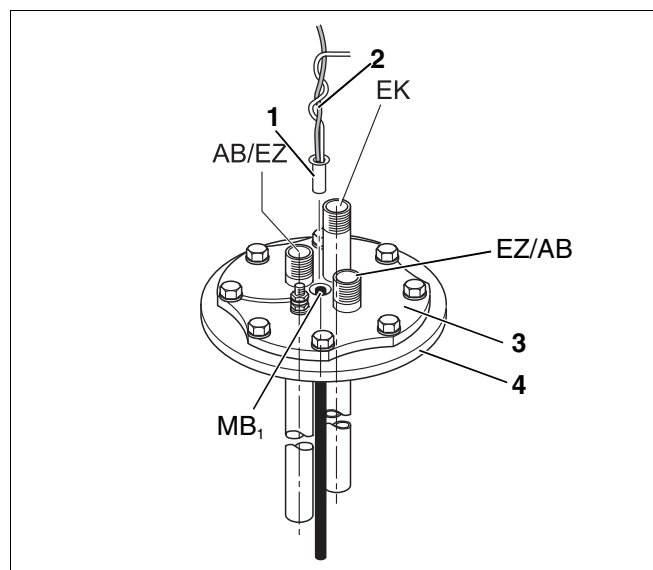

Fig. 7 Point de mesure MB1 (doigt de gant chargement complémentaire chaudière)
Montage de la sonde d'eau chaude sanitaire (fig. 7):
- Introduire la sonde (fig. 7, **pos. 1**) avec le câble de guidage (fig. 7, **pos. 2**) jusqu'à la butée. (Le câble de guidage se trouve sur le point de mesure MB1.)